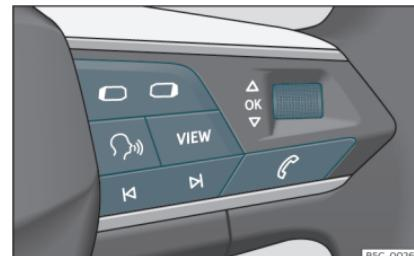

Fig. 64 Lado derecho del volante multifunción: teclas para utilizar los menús y las indicaciones informativas del cuadro de instrumentos (según versiones).
Mientras haya una advertencia con prioridad 1»» pág. 79, no se podrá acceder a ningún menú. Algunas advertencias se pueden confirmar y ocultar con la tecla **OK** del volante multifunción »» fig. 64.
- Si se muestra un mensaje o el pictograma de un vehículo, pulse la tecla **OK** »» fig. 64; si es necesario, varias veces.
- Para cambiar de menús use las teclas **OK** o **VIEW** »» fig. 64.
- Para abrir el menú o la indicación informativa que se muestre, pulse la tecla **OK** **»» fig. 64** o espere algunos segundos hasta que el menú o la indicación informativa se abra automáticamente.
- En el menú visualizado, gire la ruedecilla derecha del volante multifunción **»» fig. 64** hasta que se marque la opción de menú deseada. La opción aparece enmarcada.
- Pulse la tecla **OK** **»» fig. 64** para realizar las modificaciones deseadas. Una marca indica que la función o el sistema en cuestión están activados.
Pulse la tecla **□** o **□** **»» fig. 64**.